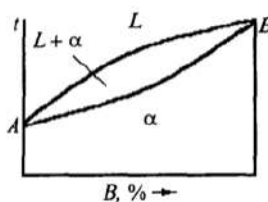

Рис. 27
**№ 56. Диаграмма состояния какого типа представлена на рис. 27?**